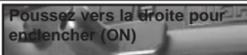

Fig. 2A
A. Pour enclencher le cran de sûreté (ON)
- Poussez le cran vers le côté droit jusqu'au bout (Fig. 2A). La "sûreté" n'est pas enclenchée à moins que le cran ne soit poussé à fond et que le cercle ROUGE sur le côté gauche du cran ne soit PLUS VISIBLE.